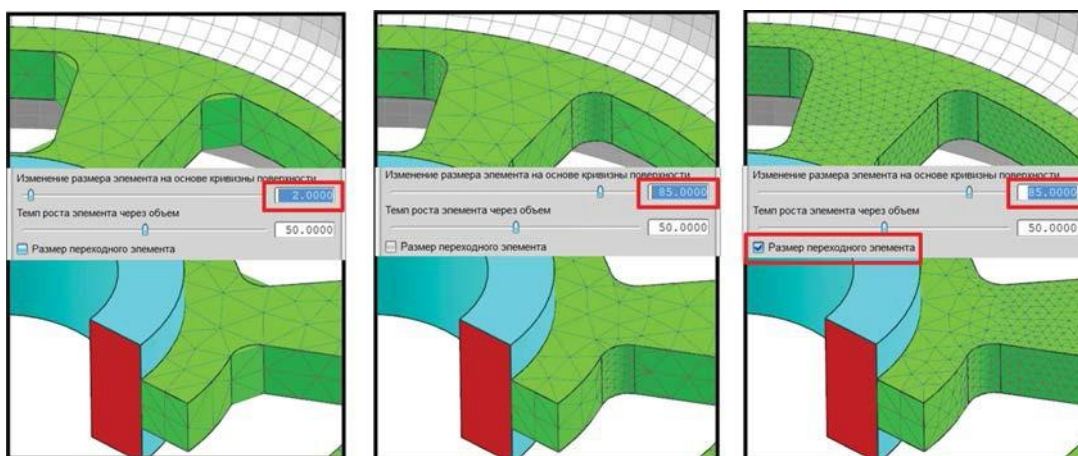

Рис. 9. Размер элемента на основе кривизны
*Изменение размера элемента на основе кривизны поверхности* – название говорит само за себя, то есть чем меньше радиус кривизны, тем больше конечных элементов его описывает. Этот параметр позволяет контролировать степень описания криволинейных поверхностей элементами. На рис. 9 показаны несколько вариантов выполнения команды с различными настройками данного параметра;